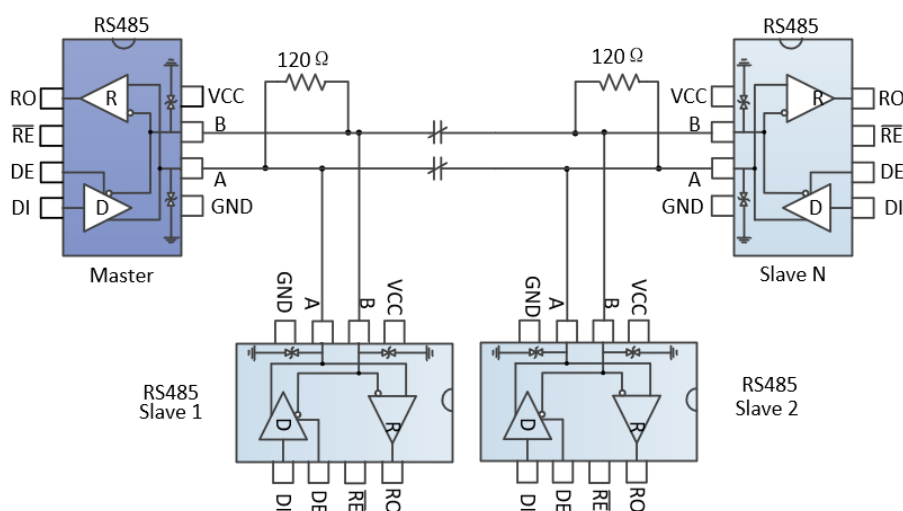

图 9 总线式 RS485 半双工通讯网络
4.1 总线式组网：MAX487ESA+T RS485 收发器设计用于多点总线传输线上的双向数据通信。图 9 显示了典型网络应用电路。这些器件也能用作电缆长于 4000 英尺的线性转发器，为减小反射，应当在传输线两端以其特性阻抗进行终端匹配，主干线以外的分支连线长度应尽可能短。